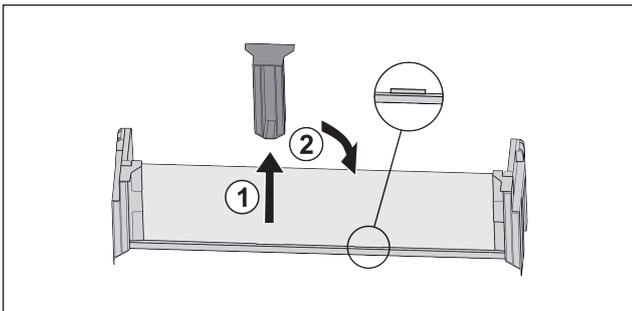

Fig. 18
- Mittleres Halteteil abziehen Fig. 18 (1).
- Mittleres Halteteil auf zweiter Position einsetzen Fig. 18 (2).